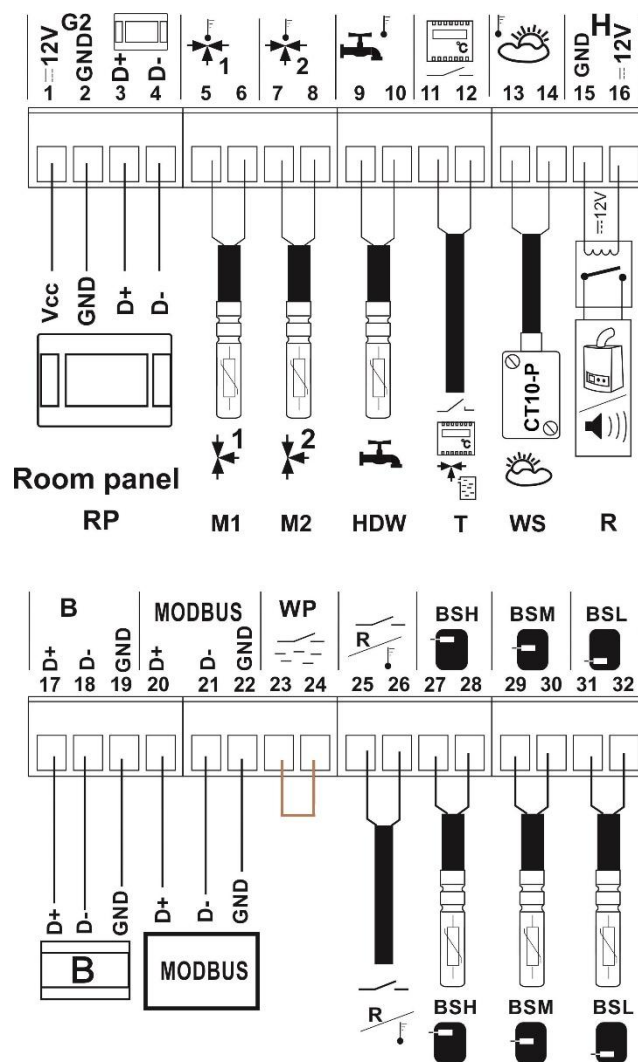

Figura 19. Schema elettrico di collegamento delle sonde e del pannello ambiente
Collegare la sonda esterna corrispondente ai morsetti indicati nel quadro elettrico (vedi figura 19) e posizionare l'elemento di misura nel punto desiderato dell'impianto di riscaldamento. Il cavo della sonda non deve entrare in contatto con superfici calde della caldaia o dell'impianto, e deve essere fissato in modo sicuro per evitare strappi.
Il collegamento avviene mediante un cavo con sezione minima di 0,5 mm² e lunghezza massima di 25 m. La polarità dei conduttori non è rilevante. L'estremità libera del cavo va collegata ai morsetti 13-14 (vedi figura 19) sul lato sinistro del quadro del regolatore.
- Collegare la sonda di temperatura del MIXER sul lato sinistro del quadro del regolatore (vedi figura 19).
Collega il termostato ai morsetti 11-12 (figura 19) sulla parete sinistra del quadro di controllo del regolatore. Dopo l’installazione, è necessario abilitare il termostato ambiente per il controllo dei circuiti di riscaldamento miscelati nel menu: